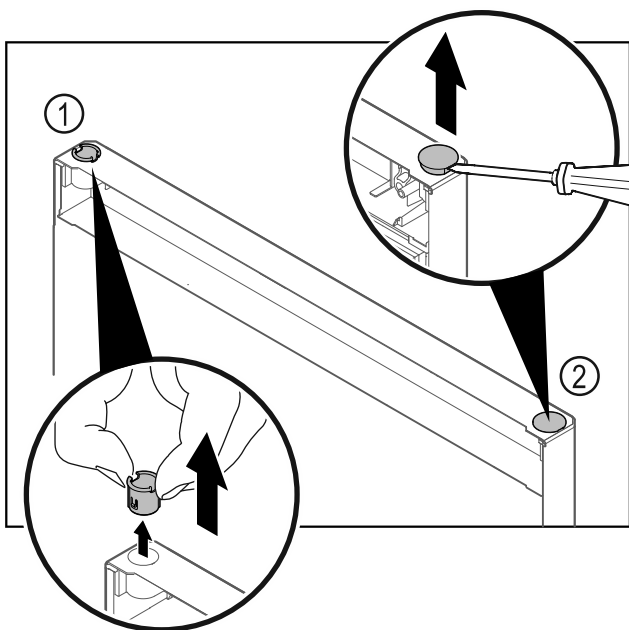

Fig. 23
- Pirštais ištraukite šarnyrinę įvorę Fig. 23 (1).
- Dengiamąjį kamštį Fig. 23 (2) atsargiai pakelkite išdrožiniu atsuktuvu ir jį ištraukite.